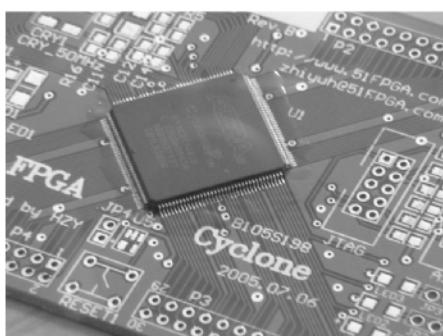

图 1-13 用放大镜观察结果
(4) 用放大镜观察结果：焊完之后，检查一下是否有未焊好的或者有短路的地方，适当修补。如图 1-13 所示。